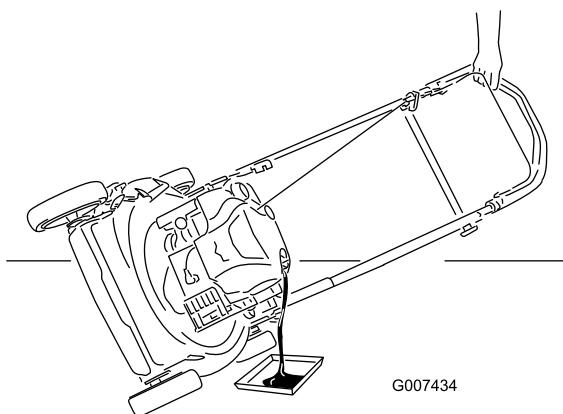

Figure 43
- Inclinez la tondeuse sur le côté (filtre à air vers le haut) pour vidanger l'huile usagée par le goulot de remplissage (Figure 43).